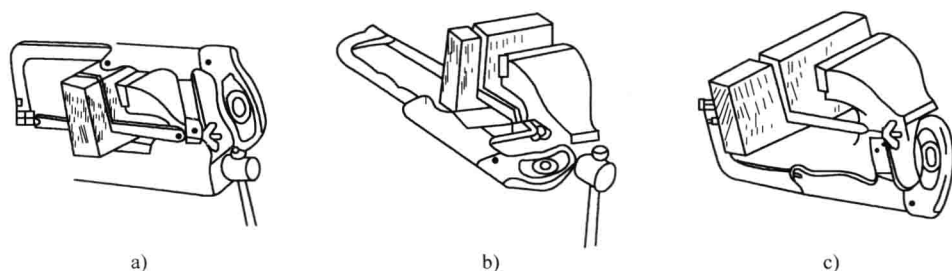

图 2-12 深缝锯削
4) 锯削深缝。当被锯材料的高度超过锯弓时, 锯削不能一次锯到底。此时, 可将锯条转过 90° 或 180° 进行安装, 再循原槽锯削, 如图 2-12 所示。